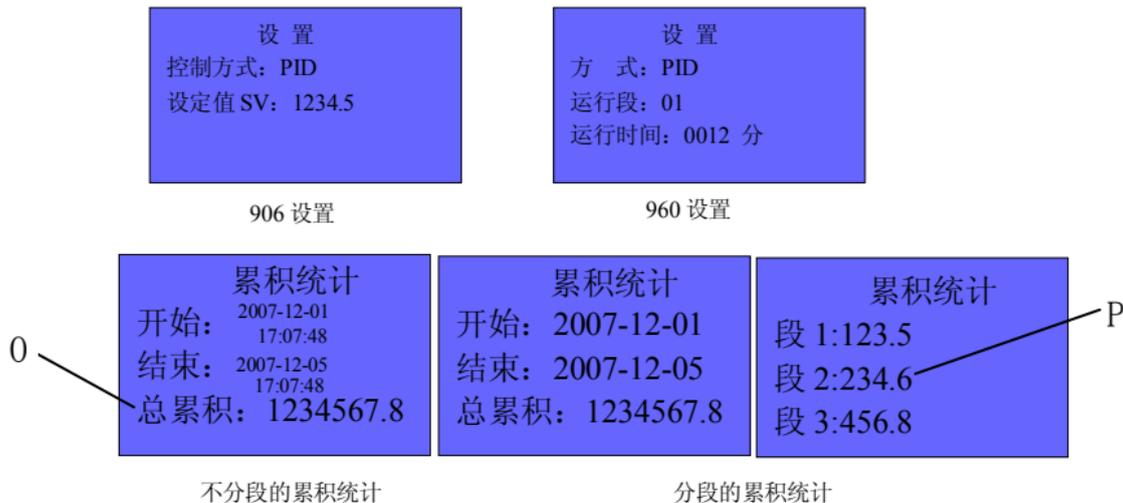

图 2.5.2 在特大画面下的设置画面
- 5、 **设置 (906、960):** 按 ■ 键使系统从检测状态进入设置画面图 2.5.2: 按 ◀/▶ 键移动光标到运行状态的数值位置, 然后通过 ▲/▼ 键来设定程序起始段和起始时间 (板型为 960M) 或设定值 (板型为 906M), 最后按 ■ 键确定。按 ESC 键退出设置画面返回特大画面。
- 1、 该采集板有累积值统计功能，可进行总累积值和分段累积计算功能，按■键使系统从检测状态进入累积统计画面（如图 2.5.2）；